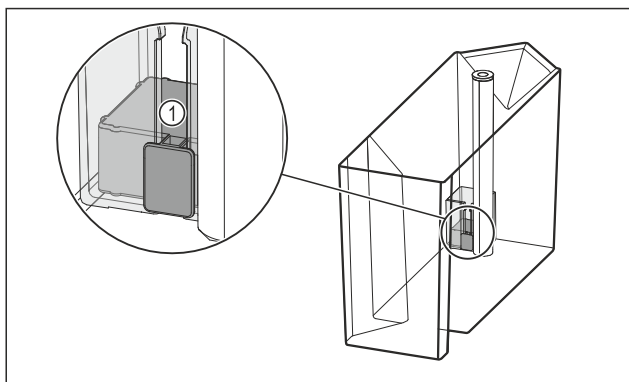

Fig. 98
- ▶ Prüfen, ob der Schwimmer Fig. 98 (1) verklemmt ist. Wenn Schwimmer verklemmt ist: